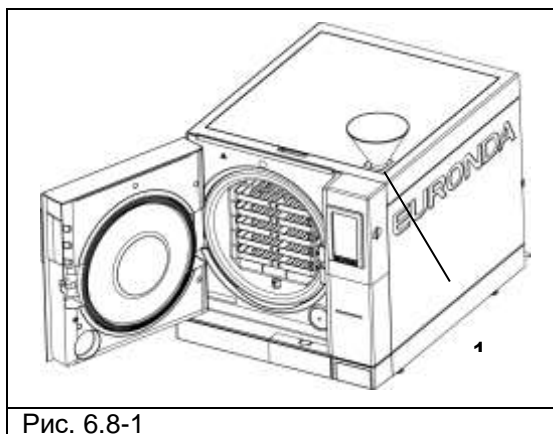

Рис. 6.8-1
2. Откройте заглушку в верхней крышке, установите прилагаемую воронку в отверстие (1 на рис. 6.8-1) и залейте необходимое количество дистиллированной воды, как указано в гл. 5.3 "Технические данные". Никогда не наливайте воду выше метки, указанной словом MAX в отверстии для подачи воды. Когда вода в баке достигнет максимального уровня, стерилизатор подаст звуковой сигнал, означающий, что бак полон. Воду также можно залить через деионизатор (опция, см. Приложение
2. Наполните бак чистой воды свежей чистой водой через соответствующее заливочное отверстие (1 на Рис. 6.8-1).